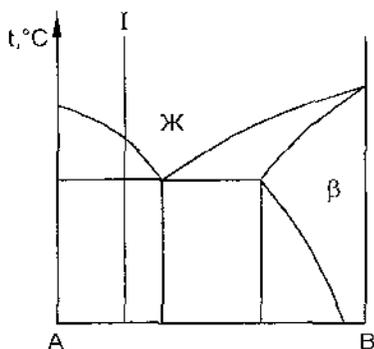

Рисунок 1
1. Из каких кристаллов состоит эвтектика сплава I (рисунок 1)?
2. Что представляют собой кристаллы  $\beta$  (рисунок 1)?